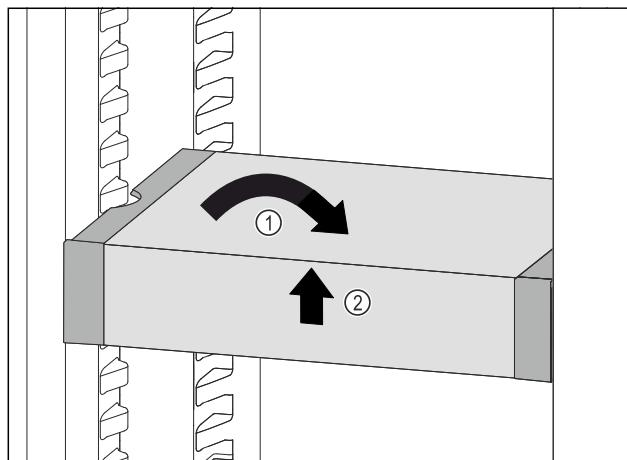

Fig. 106
- Изправете VarioSafe. Fig. 106 (1)
- Повдигнете VarioSafe отпред. Fig. 106 (2)